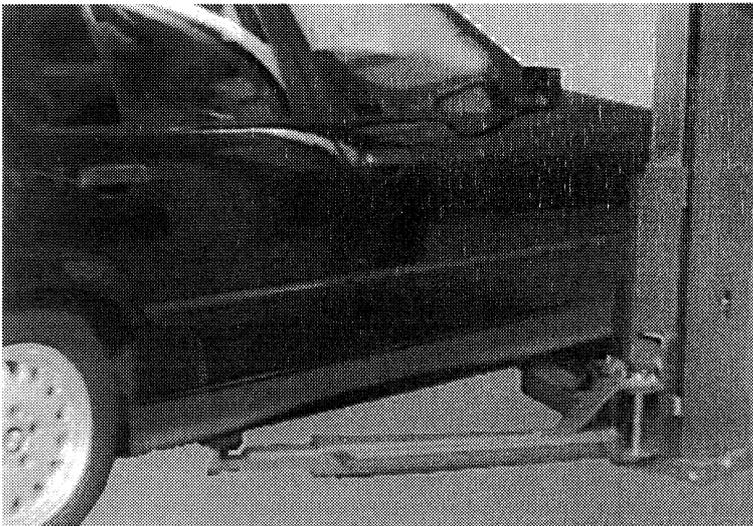

Bild 1: Trageteller unter die vom Fahrzeughersteller vorgesehenen Punkte ansetzen.
- Tragarme einschwenken und verstellbare Aufnahmeteller an den vom Fahrzeughersteller vorgesehenen Punkten ansetzen (**Bild 1**)